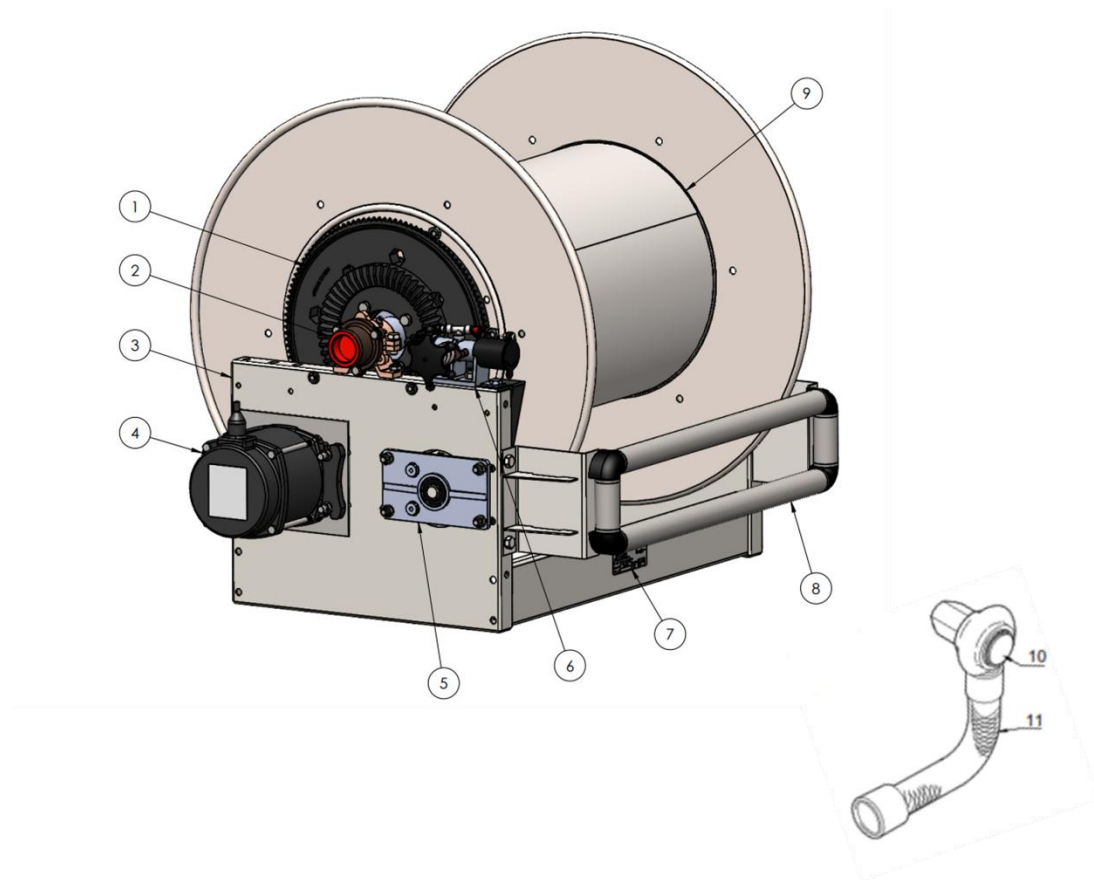

Figura 3 - Avvolgitubo a riavvolgimento elettrico (protezione catena rimossa)
- 3.2.2.1 L'avvolgitubo di base è costituito da un gruppo tamburo posizionato centralmente e supportato da due cuscinetti sul telaio dell'avvolgitubo, vedi **Figura 3 - Avvolgitubo a riavvolgimento elettrico**.